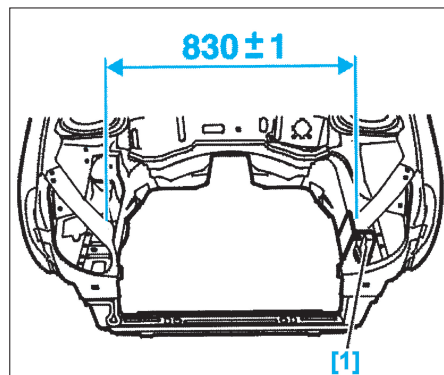

FIG. 5
- Contrôler la distance (Fig.5).